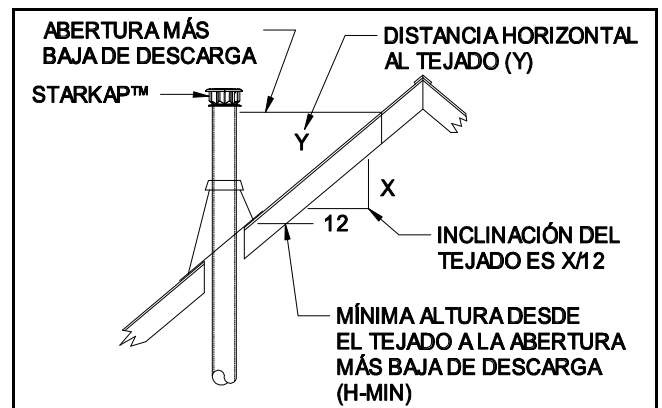

Figura 1
1. Instale y asegure el respiradero vertical, el respiradero de gas o la chimenea metálica según las instrucciones del fabricante o confirme al código Nacional sobre Gas Combustible, NFPA 54 o todo código local correspondiente. La terminación del respiradero vertical o de la chimenea metálica DEBE ser instalada de acuerdo con la gráfica de altura y la inclinación del tejado (Ver Figura 1 o Tabla 1 o consulte los requisitos de NFPA 54). Estas alturas mínimas se pueden usar si el respiradero vertical de gas está a menos de 8 pies de distancia de una pared vertical. Para otras instalaciones, la terminación no estará a menos e 2 pies encima del punto más alto en donde pasa el respiradero vertical a través del tejado, y por lo menos 2 pies más alto que cualquier porción de un edificio a 10 pies de distancia.